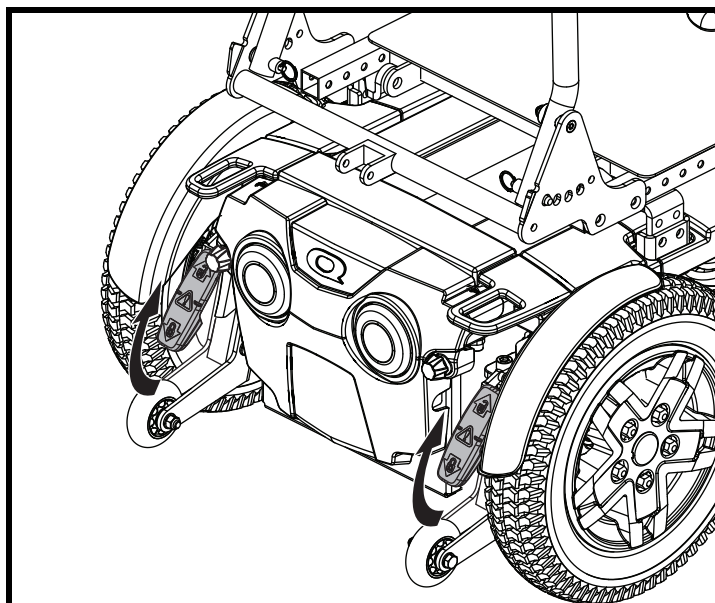

Figure 11. Mode «roues libres» (débrayé)
3. Soulevez les leviers vers le haut pour désengager les moteurs et passer en mode «roues libres». **Voir la figure 11.**